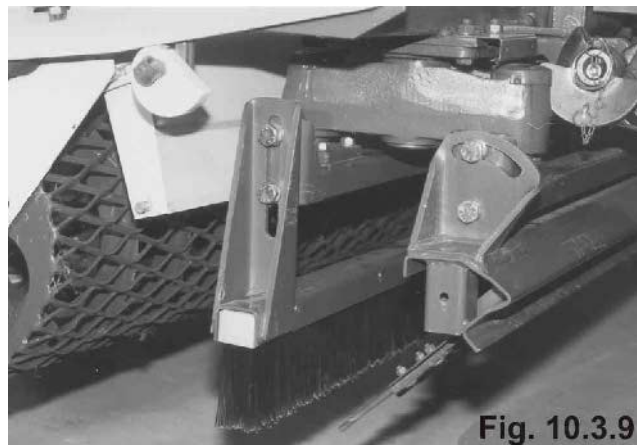

Fig. 10.3.9
- Løsn de to låseskruer på begge sider af børsteholderen (fig. 10.3.9).